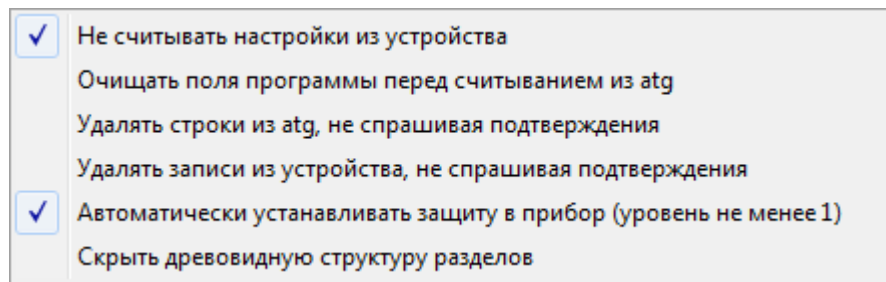

Рис.4. – Меню Настройки программы.
2. **Панель настроек.** Опции вкладки дублируются в меню **Настройки программы** (рис.4).